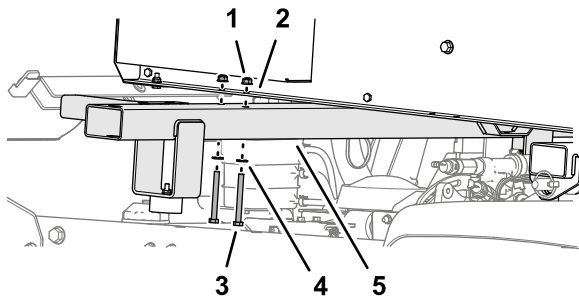

図 15
- 前クロス部材を持ち上げてトップドレッサのレールに当てて、レールに固定する 図 15 キャップスクリュ5/16 x 3"2本、ワッシャ5/16"2枚、フランジロックナット5/16"2個を使用する。